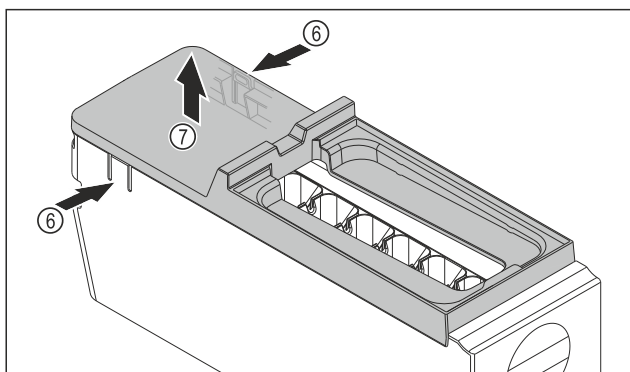

Fig. 158
- Abdeckung des EasyTwist-Ice-Korpus entnehmen: Laschen Fig. 158 (6) an den beiden Seiten des EasyTwist-Ice-Korpus mit einer Hand drücken.
- Abdeckung Fig. 158 (7) mit der anderen Hand nach oben entnehmen.